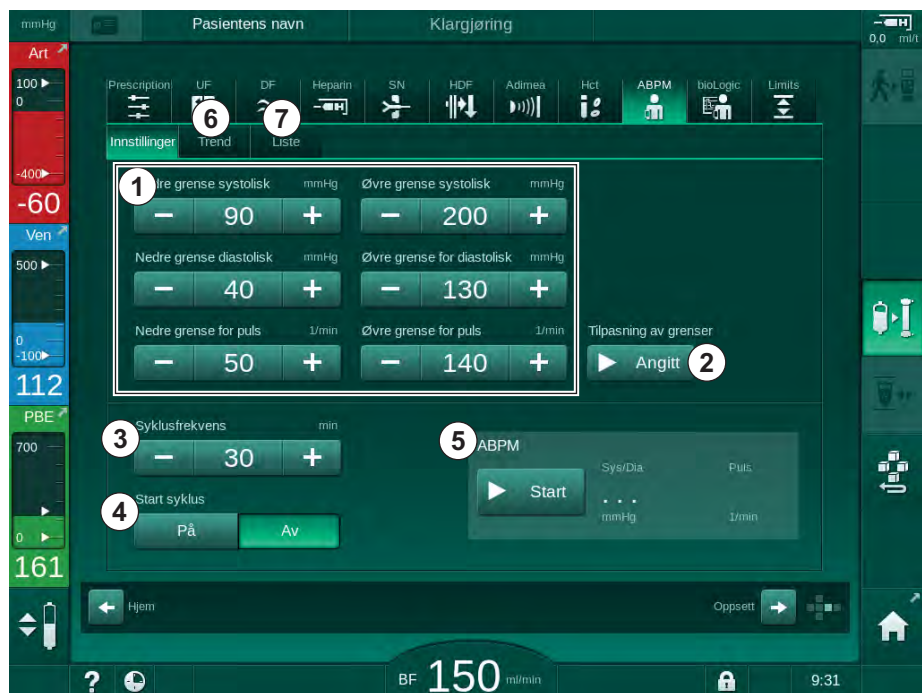

Fig. 11-6 ABPM-innstillinger på skjermbildet *Inndata*
2. For å tilpasse alarmgrensene til verdier rundt det målte blodtrykket berører du *Angi tilpasning av, grenser* (Fig. 11-6, ②).
1. For å aktivere/deaktivere sykliske målinger innenfor innstilt målehyppighet, velger du *Start syklus*, *PÅ* (Fig. 11-6, ④).
2. For å stille inn målehyppighet velger du *Syklusfrekvens* ③. Mulig intervall: 1 til 60 minutter.
Berør *Start* i gruppeboksen *ABPM-innstillinger* på skjermbildet *Inndata* (Fig. 11-6 ABPM-innstillinger på skjermbildet *Inndata* (258), ⑤).